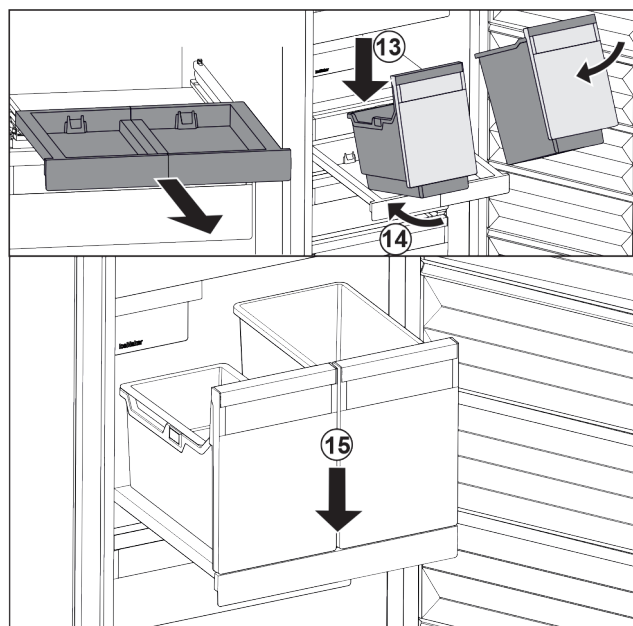

Fig. 106
- ▶ Nasaďte nádobu šikmo na vysouvací desku. Fig. 106 (13)
- ▶ Zasuňte nádobu šikmo dozadu. Fig. 106 (14)
- ▶ Usadte vpředu nádobu. Fig. 106 (15)